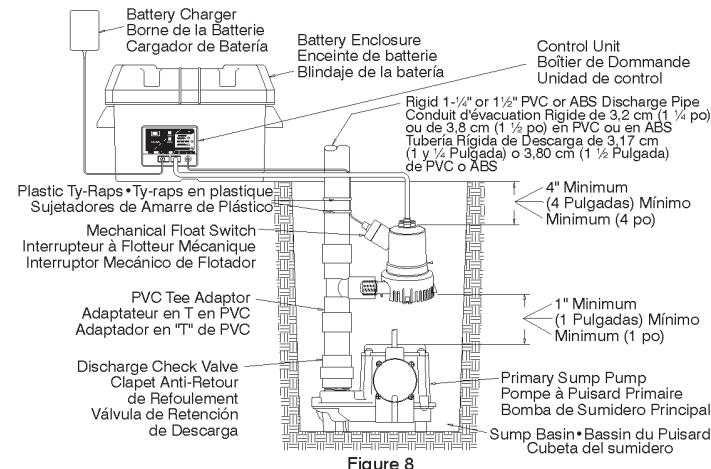

Figure 8
11. Plug the backup pump and the float switch into the "PUMP" and "FLOAT SWITCH" sockets, respectively, on the front of the control unit. Insert the plug of the battery charger into the "CHARGER" socket of the control unit and plug the charger into a 115 VAC power outlet. On the control unit, the battery lights will indicate the status of the battery. If the battery is not fully charged, the "CHARGING" indicator light will turn on. This means that the battery charger is supplying a trickle charge to the battery. If the battery voltage is below 11 Volts DC, the "BATTERY LOW" indicator light and alarm system will activate and the battery charger will attempt to bring the battery to its fully charged state (reference item no. 5 in the Operation section of these instructions). Once the battery is fully charged, the "CHARGED" light will turn on. The complete backup sump pump installation, including the primary sump pump, is shown in Figure 8.
11. Brancher le câble de la pompe auxiliaire et l'interrupteur à flotteur dans les bornes " PUMP " et " FLOAT SWITCH " respectivement, situées à l'avant du boîtier de commande. Brancher le câble du chargeur de batterie dans la borne " CHARGER " du boîtier de commande et brancher le chargeur dans une prise de courant de 115 volts c.a. Les voyants lumineux de la boîte de commande indiqueront l'état de la batterie. Si la batterie n'est pas complètement chargée, le voyant lumineux " CHARGING " s'allumera. Ceci signifie que le chargeur de batterie fournit une charge lente à la batterie. Si la tension de la batterie est sous les 11 volts c.c., le voyant lumineux " BATTERY LOW " s'allume, le système d'alarme se déclenche et le chargeur de batterie alimentera la batterie pour la recharger complètement (Référence n° 5 dans la section " Fonctionnement " de ce manuel). Lorsque la batterie est complètement chargée, le voyant lumineux " CHARGED " s'allume. L'installation complète de la pompe à puisard auxiliaire, incluant la pompe à puisard primaire, est illustrée à la Figure 8.